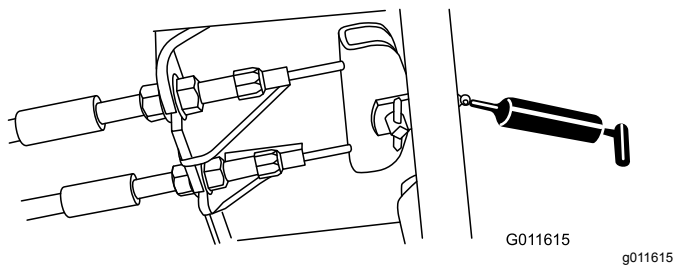

Figura 71
- Pedale del freno (1) (Figura 71)